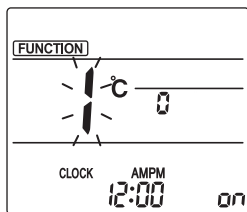

Fig. 3-1
- ① Gå til tilstanden for indstilling af den manuelle ventilatorvinge. Tryk på [MENU]-knappen. (Start denne funktion, mens fjernbetjeningens display er slukket). "FUNCTION" lyser, og "1" blinker. (Fig. 3-1) Tryk på [▲]-knappen for at vælge "2", og tryk derefter på [SET]-knappen.